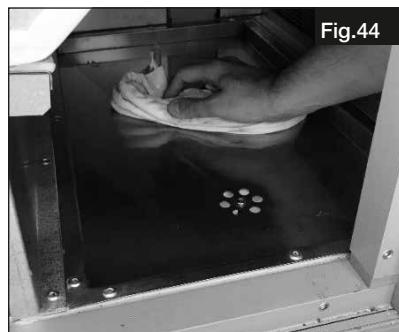

Fig.44
2. Nettoyer le bac à condensat avec un chiffon (voir Fig.44).